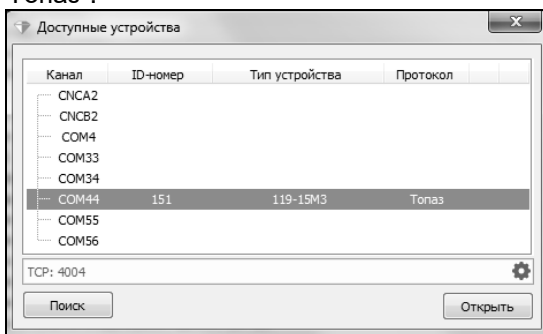

Рисунок 1
6.2 Запустить программу (файл NastrTopaz.exe). Автоматически запустится сканирование всех доступных COM-портов. Для найденных устройств отображается их ID-номер, тип устройства и протокол связи (рисунок 1). Выбрать "Топаз-119-14МЗ" и нажать кнопку "Открыть". Устройство будет переведено в режим настройки для работы по протоколу "Топаз".